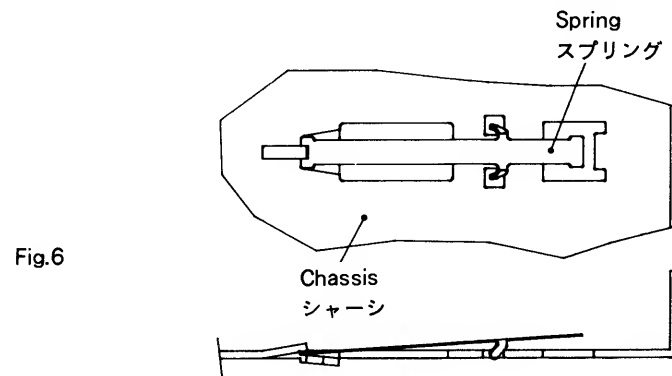

Fig.6
1. Place the spring onto the chassis as shown in Fig.6.
1. Fig.6 に示すように、スプリングをシャーシの上に置く。